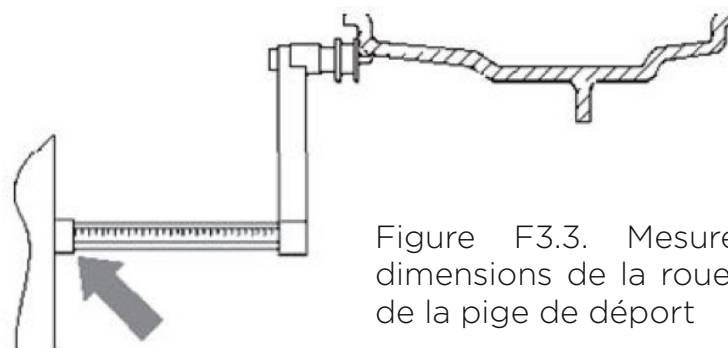

Figure F3.3. Mesure manuelle des dimensions de la roue : positionnement de la pige de déport
2. Prendre la pige de paramètre (déport/diamètre) et la positionner sur le bord de la jante, comme indiqué sur la figure F3.3.
3. Lire la mesure indiquée sur la règle graduée, comme indiqué sur la figure F3.3. Les mesures sont toujours indiquées en millimètres.
4. Lire la mesure indiquée sur la règle graduée, comme indiqué sur la figure F3.3. Les mesures sont toujours indiquées en millimètres.
7. Lire la mesure indiquée sur la règle graduée, comme indiqué sur la Figure F3.3. Les mesures sont toujours indiquées en millimètres.